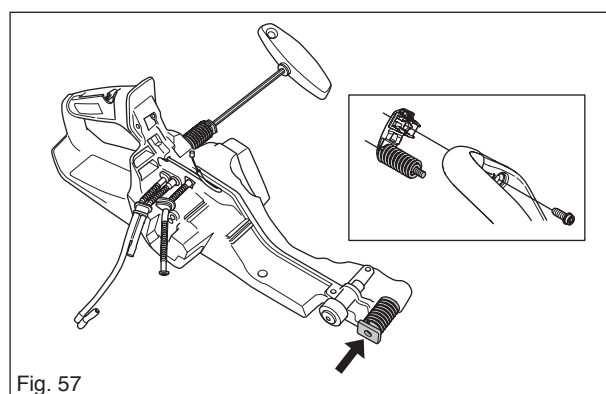

Fig. 57
2. Retirer le ressort de l'arceau de poignée à l'aide d'une clé hexagonale de 4 mm, voir figure 57.
3. Retirer les ressorts du réservoir à l'aide d'un clé hexagonale de 4 mm (outil 502 50 18-01), voir figure 57.